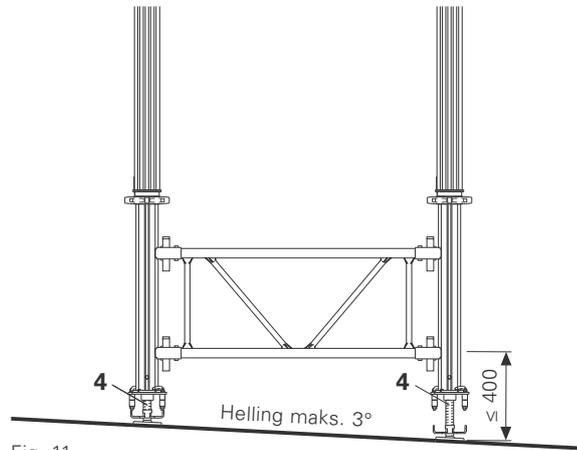

Fig. 11
Den justerbare fotspindelen MKF (4) med hurtiglås kan dreies rundt  $3^\circ$  i alle retninger. MULTIPROP støtter kan dermed plasseres på skrånende underlag. (Fig. 11)